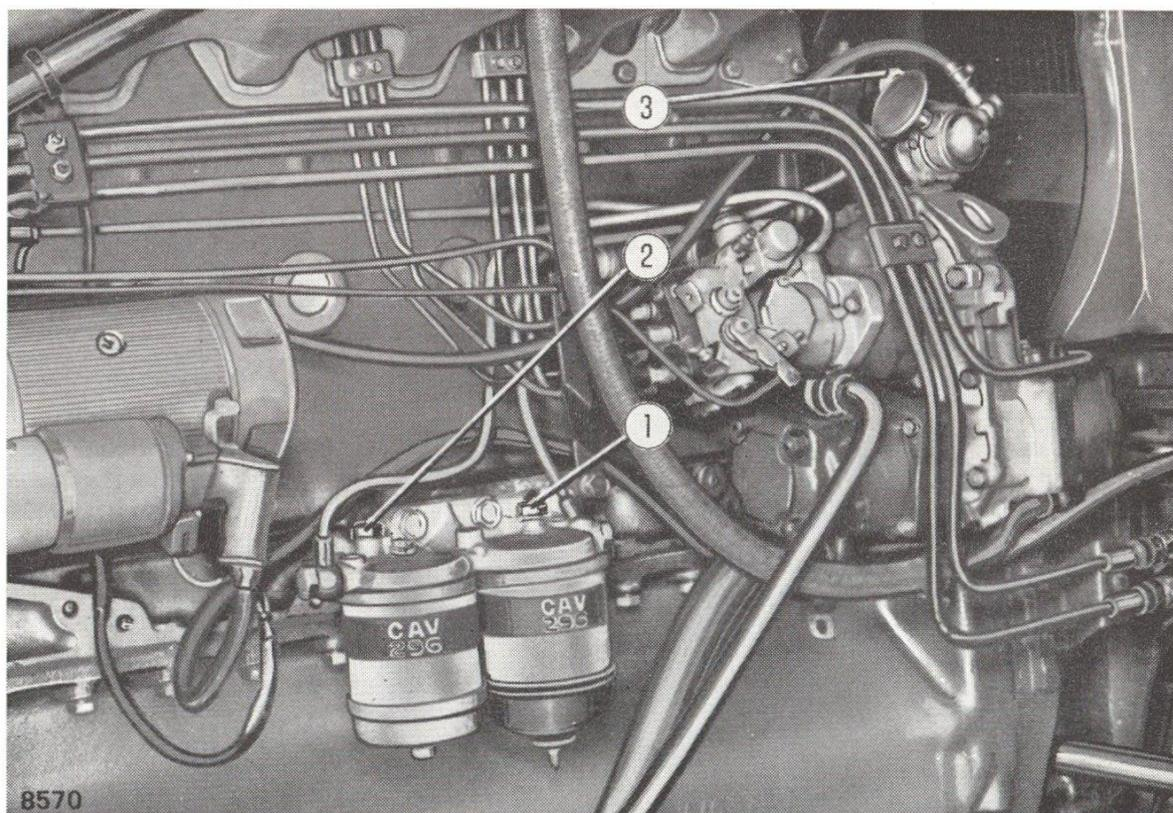

Fig. 8. - Purge d'air du circuit d'alimentation.
3. Si le tracteur n'a pas travaillé depuis longtemps, ou en cas de démarrage du moteur froid par basse température, actionner une vingtaine de fois le levier d'amorçage de la pompe d'alimentation (voir fig. 8).
La présence d'air rend difficile le démarrage du moteur, c'est pourquoi il faut le purger, les réservoirs étant remplis et le robinet ouvert, en procédant de la façon suivante (voir fig. 8) :